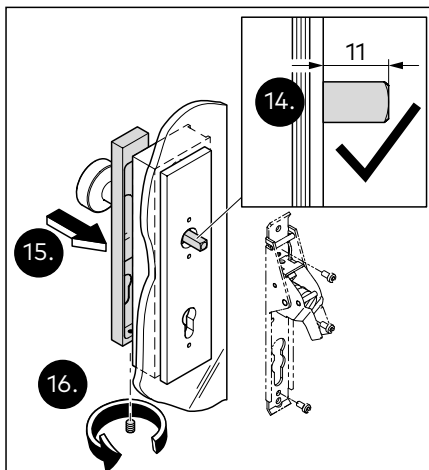

Abb. 27 Die Abdeckung an der Grundplatte fixieren
14. Sicherstellen, dass der Vierkantstift für die Montage eines Panikbeschlags max. 11 mm aus der Anschraubplatte herausragt (Abb. 27).